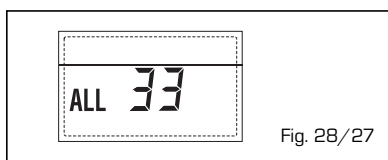

Fig. 28/27
**- ANOMALIA COMUNICAZIONE SCHEDINO RS-485 IN MODALITA' CASCATA "ALL 34" (fig. 28/28)**